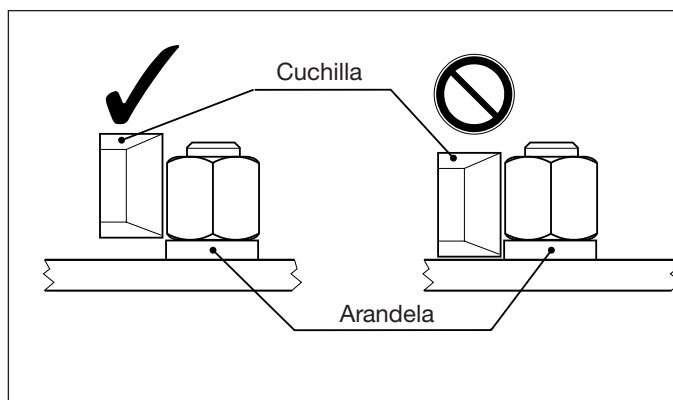

Figura 8: Posición de la cuchilla
7. Asegúrese de que la parte inferior del cabezal de corte esté asentada contra la brida, ya que la cuchilla debe cortar lo más cerca posible de la parte inferior de la tuerca. Sin embargo, si hay una arandela debajo de la tuerca, coloque el cortatuercas de modo que la cuchilla de corte no haga contacto con la arandela. Véase Figura 8.